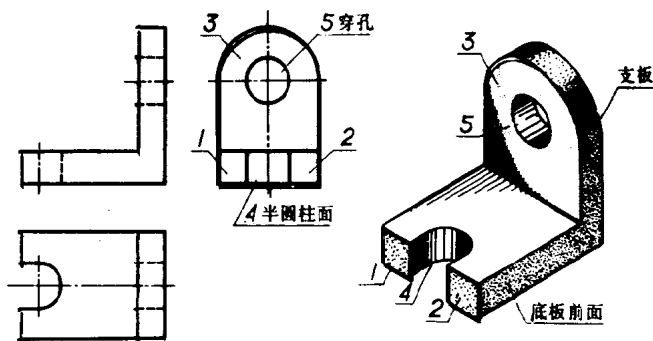

图 1-17 对表面
3. 对表面 图1-17表示左视图和从左向右看支架的对照情况。左视图上的线框3和支架的3面相同,视图上1、2两个线框和支架左端面1、2两长方形相同,1、2、3都是平